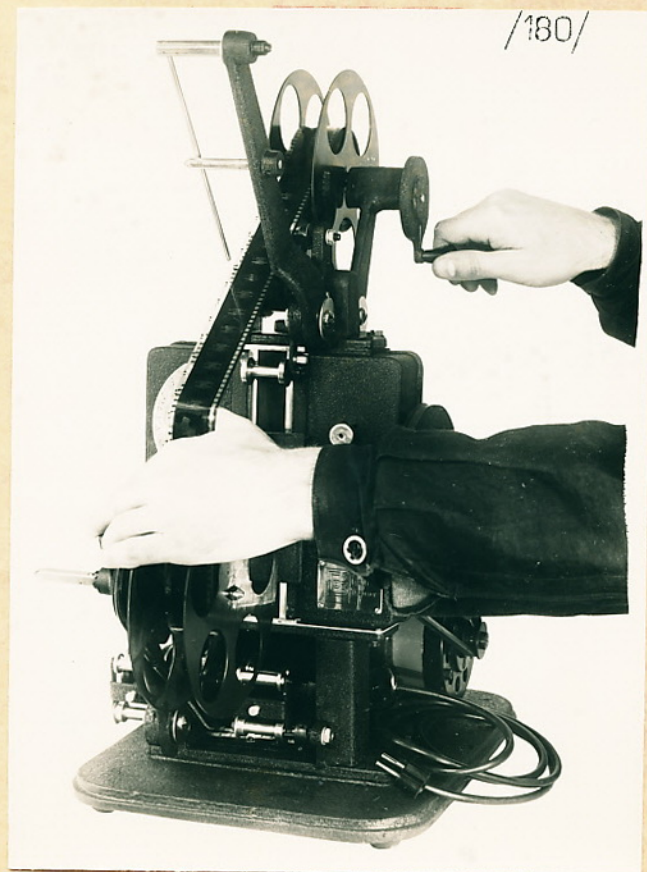

Рис. 15.
2. Перематывать негатив /вращая ручку передачи/, при этом притормаживать слегка рукой нижнюю бобину /рис.15/.